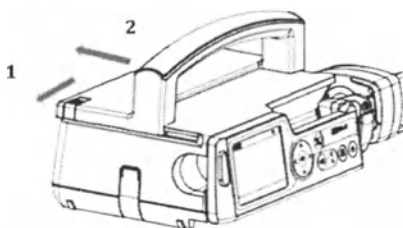

Рис. 13. Снятие ручки для переноски
Для снятия ручки для переноски переместите фиксатор (1) в направлении стрелки, затем сдвиньте ручку назад (2), как показано на рис. 13.